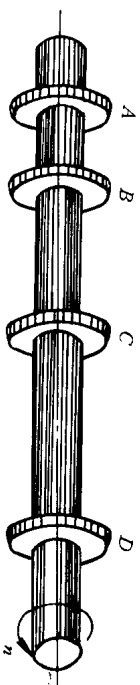

图 1-3
8. 图 1-3 所示带轮轴的转速 $n=150\text{r/min}$, 主动轮 B 的输入功率 $P_B=12\text{kW}$, 从动轮 A、C、D 的输出功率 $P_A=4\text{kW}$, $P_C=2\text{kW}$, $P_D=6\text{kW}$ 。试求轮 A、B、C 和 D 的转矩。